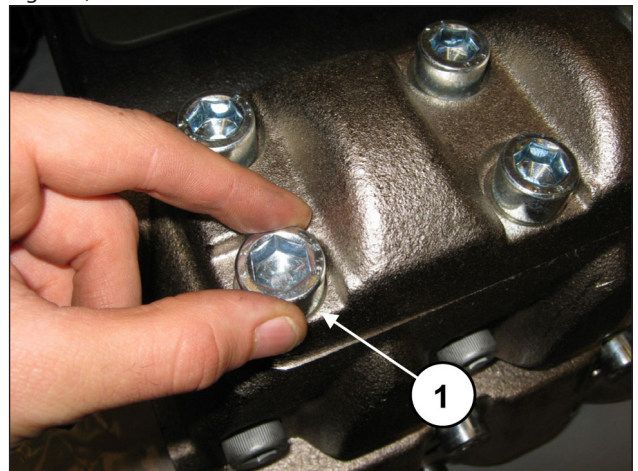
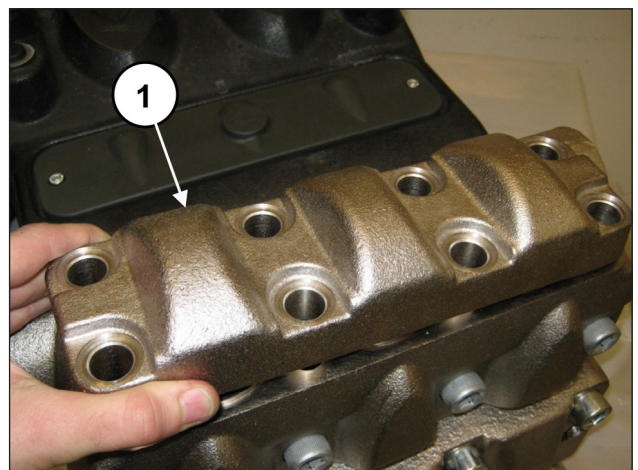

Fig. 133
Fig. 134
Dévisser les 8 vis M16x45 du couvercle des soupapes de refoulement (rep. ①, Fig. 133) et déposer le couvercle (rep. ①, Fig. 134).